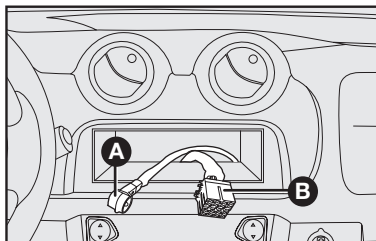

fig. 95
- Cable y conexión para la alimentación de la radio **B-fig. 95**.
- Cables y conexión para la antena de techo **A-fig. 95**.
- Cable y conexión de los altoparlantes delanteros e tweeters **B-fig. 95**.
- Cable para tweeter y altoparlantes delantero y trasero **B-fig. 95**.